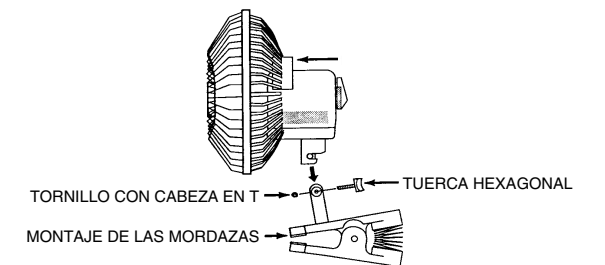

Figura 1
1. Quite el tornillo con cabeza en T del conjunto de la cabeza del ventilador, teniendo cuidado de conservar la tuerca hexagonal del lado opuesto. (Figura 1)